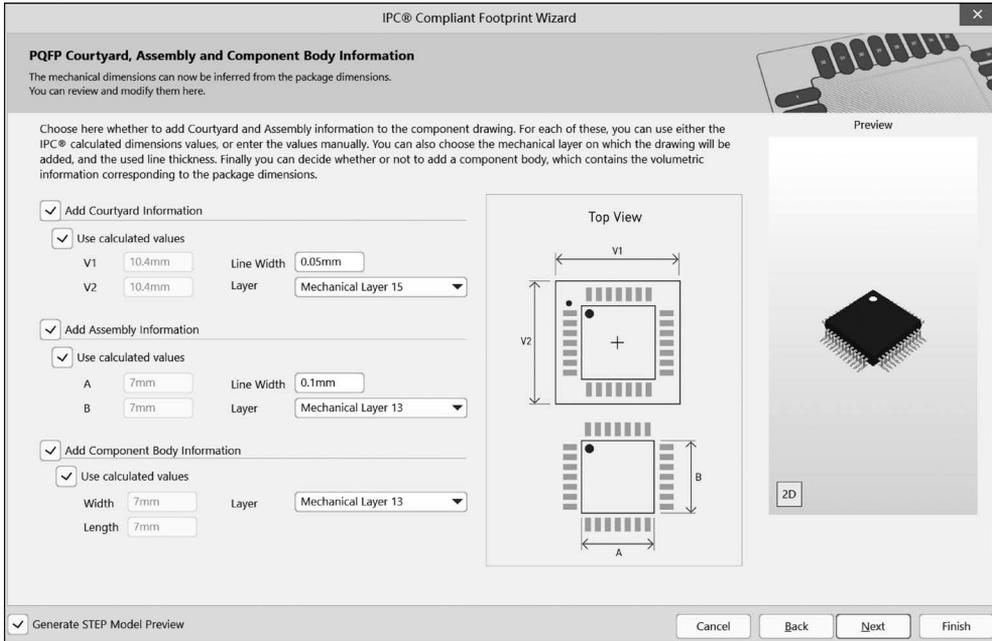

图 3-65 机械尺寸参数设置
(12) 单击 Next 按钮进入 Courtyard、Assembly and Component Body Information (机械尺寸) 参数设置界面,如图 3-65 所示,本例采用默认值。